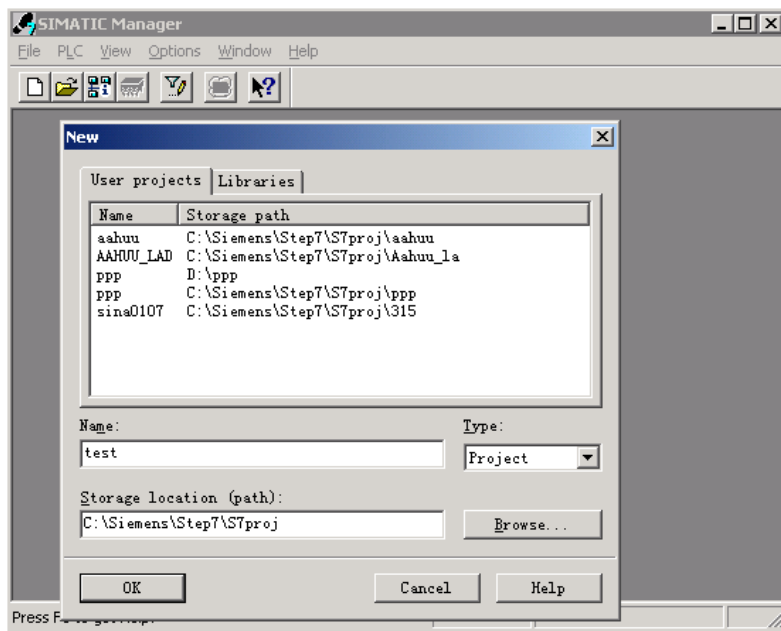

图 12 创建新项目
2. 点击“FILE > NEW”，按照图 12 所示输入文件名称（TEST）和文件夹地址。